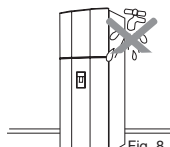

Fig. 8
- No salpique agua directamente dentro o fuera del refrigerador. Podría producirse un choque eléctrico u oxidaciones prematuras. Limpie el refrigerador con un paño limpio y húmedo. Ver Fig 8.